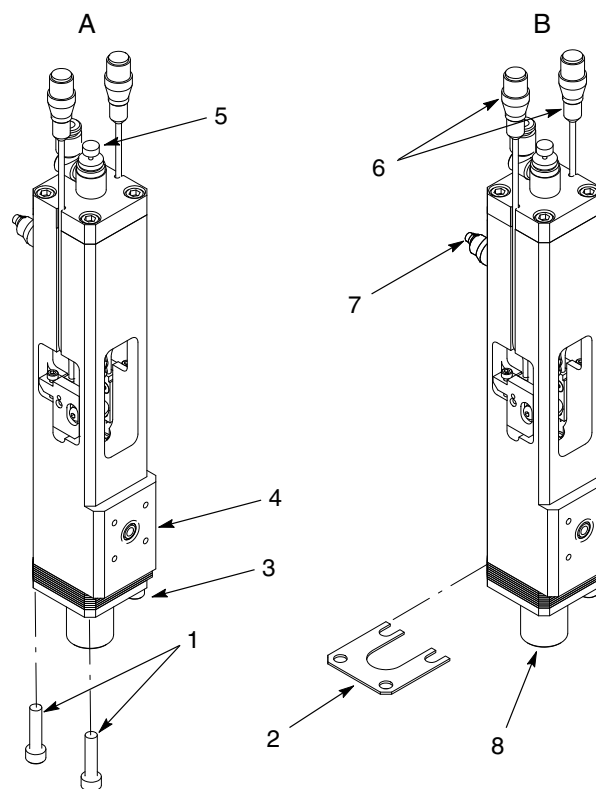

Figura 3 Regolazione delle dimensioni del getto
Vedi figura 3 e seguire le procedure elencate nella tabella 3.
2. Vedi figura 3. Rimuovere solo le due viti (1) come illustrato in A. Allentare le altre viti (3) quel tanto che basta ad aggiungere o togliere i distanziatori (2).
3. Aggiungere o togliere i distanziatori (2) come illustrato in B per ottenere le dimensioni di getto desiderate. Spingere dentro manualmente l'adattatore dell'ugello (8) finché tocca contro i distanziatori (2).
4. Inserire le viti (1). Stringere le viti (1, 3) a 11 ft-lb (15 N•m).